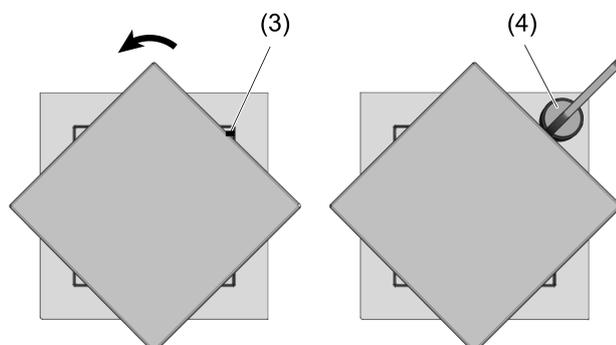

Bild 2: Lichtaufsatz demontieren (mit Verriegelung)
- Lichtaufsatz um 45° drehen, um die Markierung (3) frei zu legen (Bild 2).
- Magnet (4) auf Höhe der Markierung (3) auf die Abdeckung aufsetzen bis ein Klicken zu hören ist.